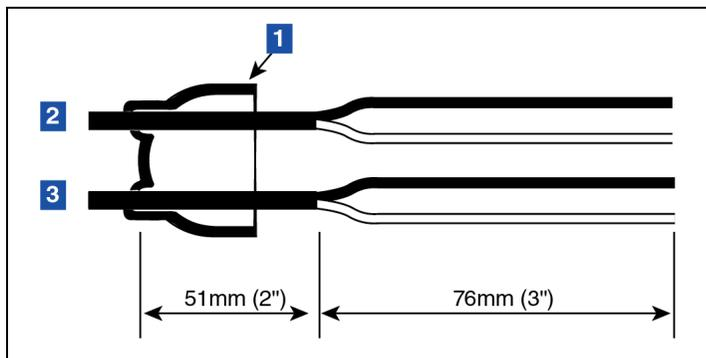

Figure 37. Longueurs de câble
1. Coupez les trous d'entrée des capuchons du boîtier en époxy vinyle souple au diamètre de chaque câble. Maintenez une taille de trou minimale. Insérez environ 127 mm (5") du câble de 1,5 m (5') fourni dans le kit de matériel d'installation du transmetteur et le câble du dispositif par les ouvertures [Figure 37]. Le câble de 1,5 m (5') fourni dans le kit aura déjà 76 mm (3") de sa gaine extérieure retirée à l'extrémité afin de l'insérer dans les ouvertures, et 38 mm (1,5") à l'autre extrémité pour le connecter au transmetteur. Retirez 76 mm (3") de la gaine extérieure du câble du dispositif. Dénudez les conducteurs. Le câble de 1,5 m (5') fourni dans le kit de matériel d'installation du transmetteur sera connecté au transmetteur.
LÉGENDE DE LA FIGURE 37